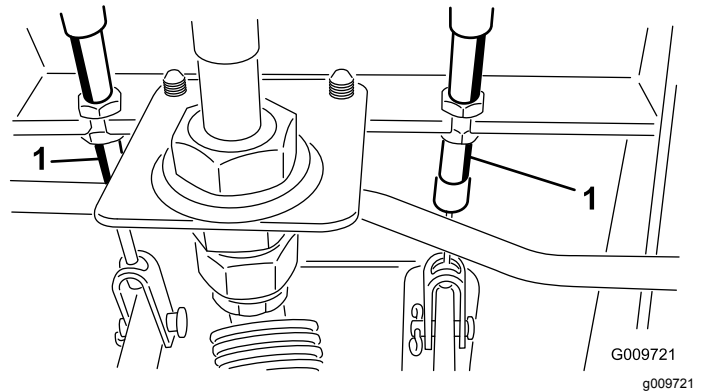

図 77
- A. ブレーキケーブル 図 77 の端にある前ナットをゆるめる。